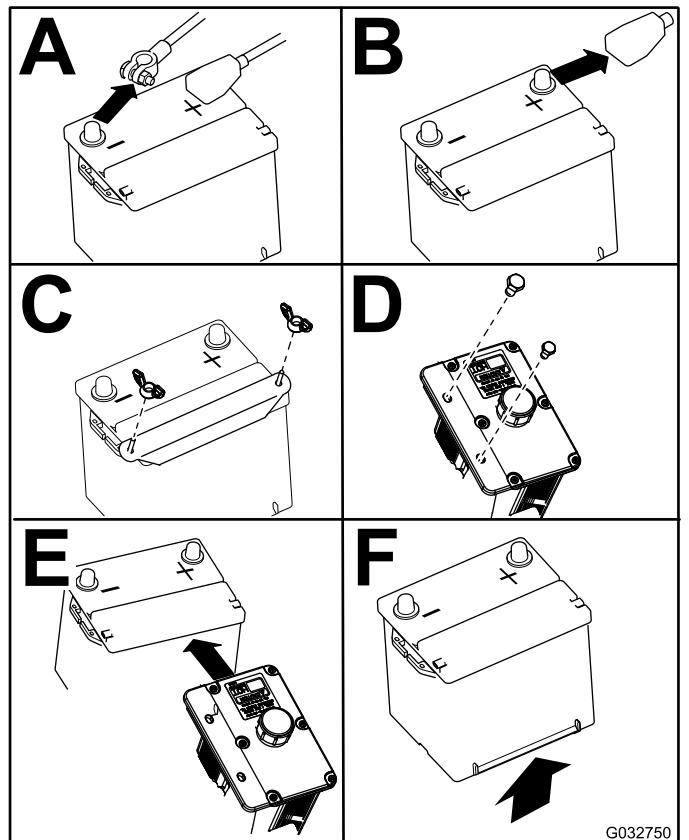

Figure 42
- Retirez la batterie, comme montré à la Figure 42.